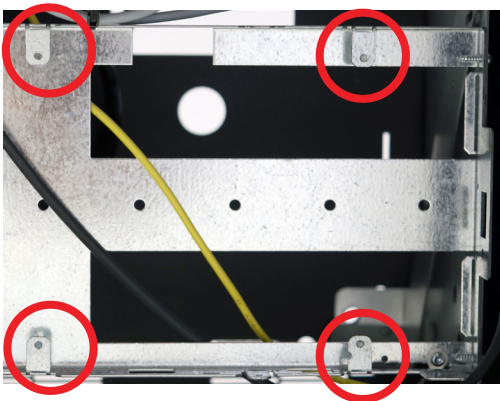
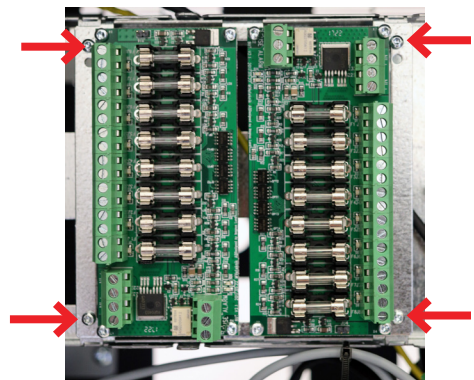

Bild 1
Bild 2
T-8UT L monteras på en fästvinkel som har plats för två T-8UT L (se bild 2 på sida 6). Kortet skruvas fast med fyra stycken plåtskruv på fästvinkeln. Glöm inte plastdistans mellan kort och fästvinkel. Notera de två hålen bredvid varandra på fästvinkelns sidor. Fästvinkel skall monteras i kapslingen med de två hålen mot kapslingens tak.
- Vik ner de fyra plåtöronen (**Bild1**) och montera kortet genom med fyra skruv, i de nedvikta plåtöronen, (**Bild 2**).